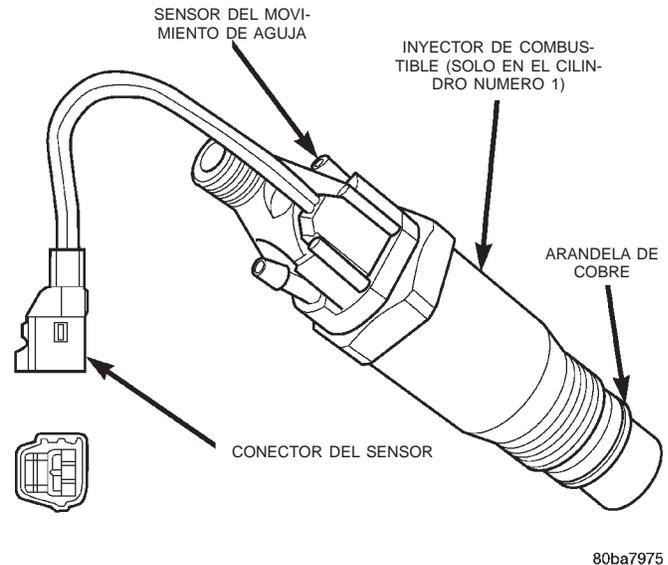

Fig. 36 Sensor de inyector de combustible—cilindro número 1
Se utilizan cuatro inyectores de combustible en cada motor. De estos cuatro, se utilizan dos tipos diferentes. El inyector de combustible que se utiliza en el cilindro número 1 está equipado con un sensor de inyector de combustible (Fig. 36). Los otros tres inyectores de combustible son idénticos. **No coloque el inyector de combustible que posee el sensor de inyector de combustible en ninguna otra posición que no sea la del cilindro número 1.**
(6) Retire y deseche la arandela de cobre (junta) de la parte inferior del inyector (Fig. 36).